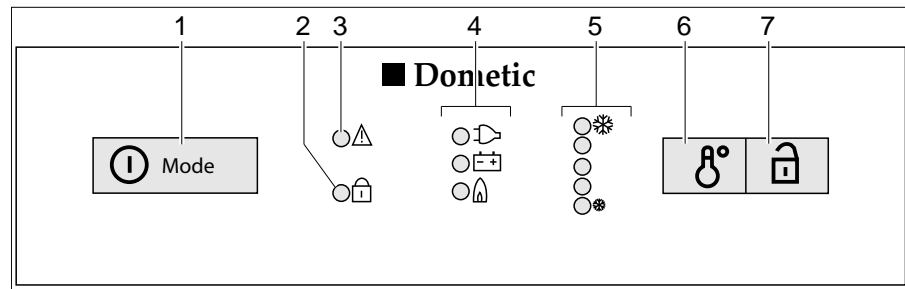

Bild 199 Bedienelemente für den Kühlschrank (Dometic 8er-Reihe mit MES)
- Den Einschalter/Energie-Wahlschalter (Bild 199,1) 2 Sekunden lang drücken, um das Gerät einzuschalten. Die LED der zuletzt gewählten Betriebsart leuchtet auf.
- Ggf. den Einschalter/Energie-Wahlschalter (Bild 199,1) mehrmals kurz drücken, bis die Betriebsanzeige Gas "🔥" aufleuchtet. Die Gaszufuhr ist geöffnet. Der Zündvorgang erfolgt automatisch. Ein tickendes Geräusch ist hörbar, bis der Zündvorgang erfolgreich abgeschlossen ist.
- Die Kühltemperatur mit dem Schalter für die Temperatureinstellung (Bild 199,6) einstellen.
- Ggf. den Einschalter/Energie-Wahlschalter (Bild 199,1) mehrmals kurz drücken, bis die Betriebsanzeige 230 V "" aufleuchtet.
- Ggf. den Einschalter/Energie-Wahlschalter (Bild 199,1) mehrmals kurz drücken, bis die Betriebsanzeige 12 V "" aufleuchtet.